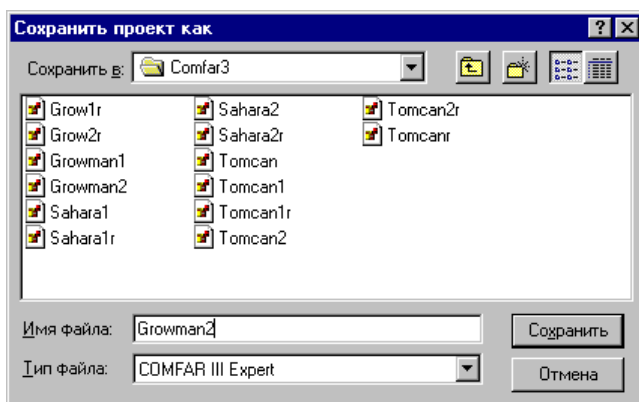

Рисунок 17: Модальное окно сохранить проект как
- Выберите команду **Сохранить проект как** в меню Файл. Отображается модальное окно **Сохранить проект как** (рис. 17).